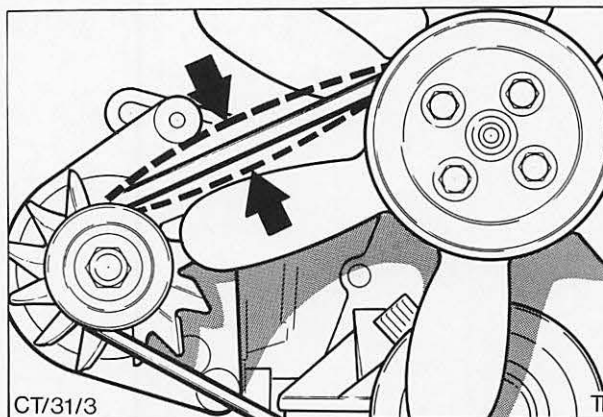

Abb. 16 Keilriemen Spannung prüfen
8. Keilriemen montieren und so weit spannen, bis das Gesamtspiel in der Mitte der längsten Riemen Spannweite 13 mm beträgt, Abb. 16. Befestigungsschrauben festziehen.